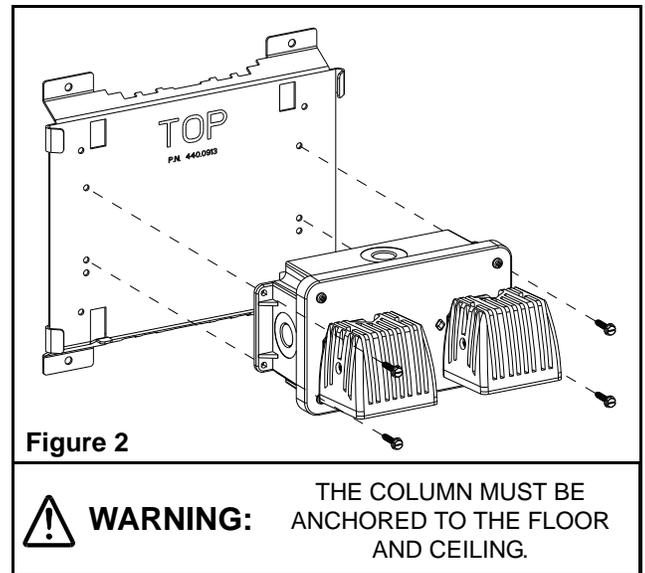

Figure 2
- a. The universal mounting bracket is an accessory ordered separately (See figure 2).
- a. Le support de montage universel est un accessoire qui doit être commandé séparément. (Figure 2).